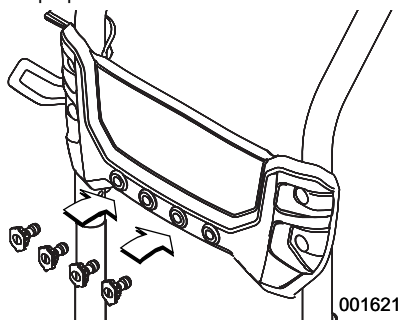

Figura 2-5. Inserte las boquillas
- Consulte la **Figura 2-5**. Inserte y enganche las boquillas en los espacios proporcionados en la manilla.